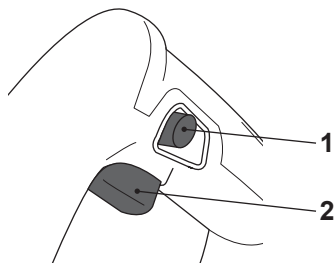

Fig. 6
- > Presione el botón de desbloqueo (1) y manténgalo en esta posición.
- > Presione el interruptor de Encendido/ Apagado (2) para encender el producto (Fig. 6)
- > Suelte el interruptor de Encendido/ Apagado (2) para apagar el producto.